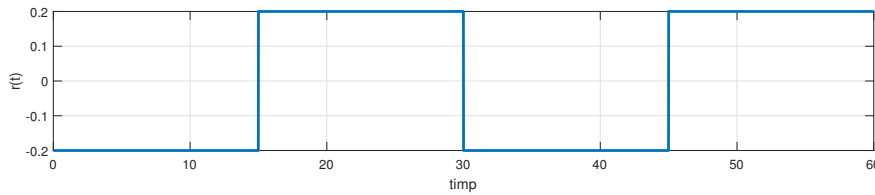

Figura 5: Referința
- C) Implementați un regulator LQR care să determine ieșirea procesului să urmărească traiectoria de referință prezentată în Figura 5, din condiții inițiale nule, în variantele prezentate în secțiunea 2. Se dorește ca eroarea staționară să fie zero, iar răspunsul să fie rapid și cu suprareglaj minim.